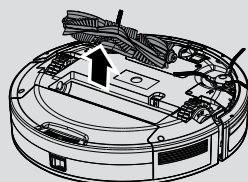

Fig. 12
3. Levante o agitador segurando uma extremidade do agitador. [Fig. 12]